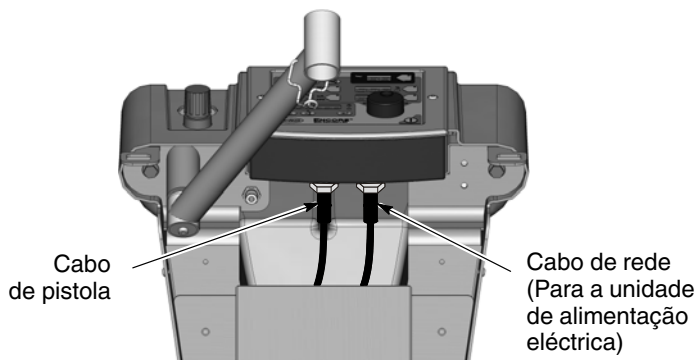

Figura 3-11 Ligação do cabo da pistola ao módulo da interface - sistemas móveis
1. Sistema móvel: Consulte a figura 3-11. Enfie o cabo da pistola para pintura na parte traseira da torre do carro e para acima através da parte dianteira superior. Isto permitir-lhe-á atar o cabo juntamente com os tubos de purga e de ar de lavagem de eléctrodos.